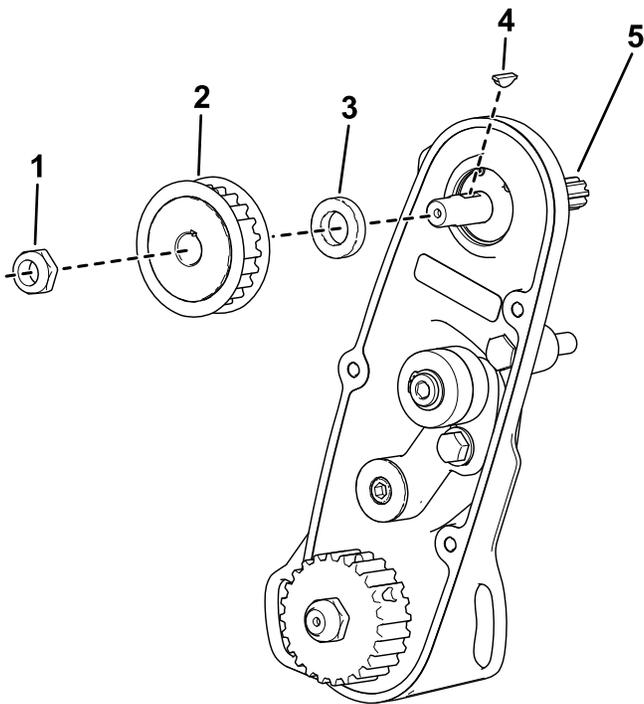

Figura 5
- F. Retire la tuerca, la p Polea, el espaciador y la chaveta (Figura 5).
- G. Retire el árbol de transmisión del molinete existente (Figura 5).